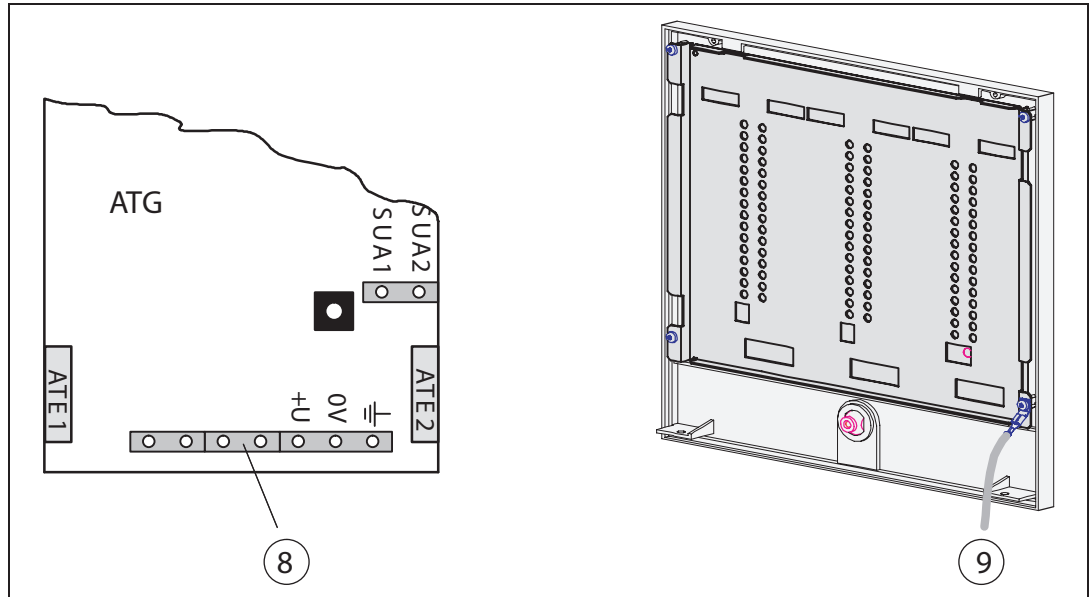

Рисунок 4.5: Кабель заземления
13. Подсоедините кабель заземления к задней стороне передней панели (14) (также см. Рисунок 4.5 (9)).